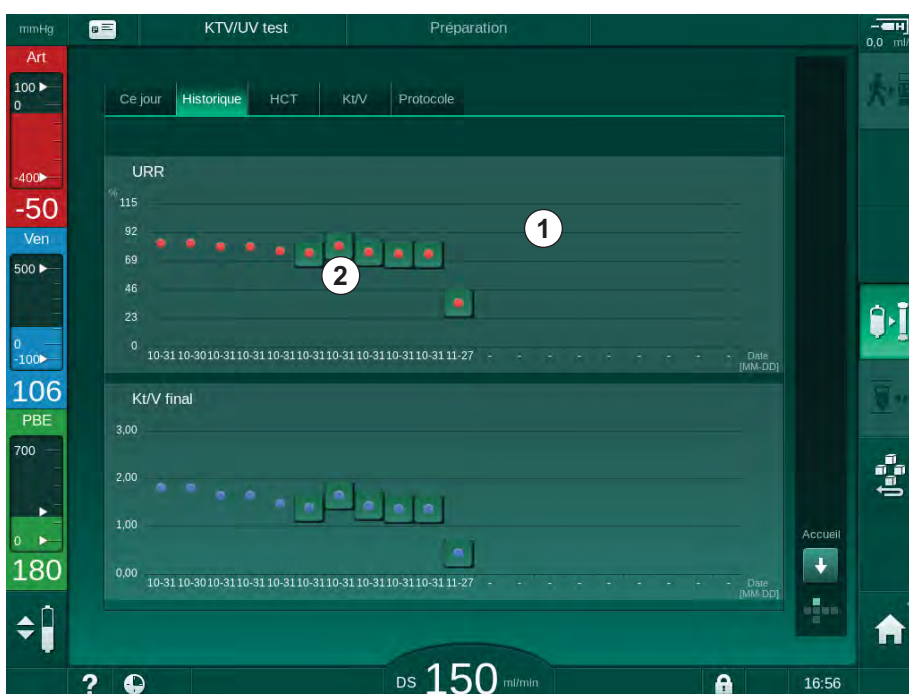

Fig. 11-11 Paramètre Historique sur l'écran *Infos*
Des informations plus détaillées sont disponibles pour les 6 derniers traitements terminés. Après avoir touché la marque correspondante du paramètre (Fig. 11-11, ②) pour une certaine date, une tendance de ce paramètre est affichée pour cette thérapie particulière (Fig. 11-12). La résolution est de 5 minutes. La vue des tendances est fermée en touchant *Retour* ①.